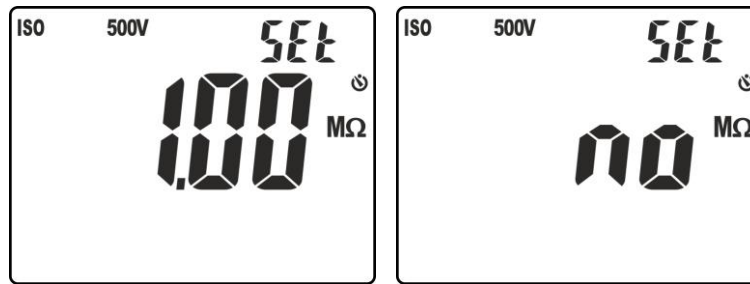

Fig. 16: Configuración umbral límite en la medida de aislamiento
5. Pulse las teclas  $\nabla/\text{OFF}$  o  $\blacktriangle/\text{ZERO}$  para seleccionar el valor entre las opciones: **0.10M $\Omega$** , **0.230M $\Omega$** , **0.50M $\Omega$** , **1.00M $\Omega$** , **100M $\Omega$** , **no**. La opción “no” indica la no configuración del umbral (vea la Fig. 16)
4. Pulse y mantenga pulsada la tecla **VTEST/LIM** (>2s) para configurar el umbral límite mínimo sobre la medida. El símbolo “Set” parpadea en pantalla. Pulse las teclas **▼/☼** o **▲/ZERO** para seleccionar el valor entre las opciones: **0.10MΩ, 0.230MΩ, 0.50MΩ, 1.00MΩ, 100MΩ, no**. La opción “no” indica la no configuración del umbral (ver la Fig. 16)
4. Pulse y mantenga pulsada la tecla **VTEST/LIM** (>2s) para configurar el umbral límite mínimo sobre la medida. El símbolo "Set" parpadea en pantalla. Pulse las teclas **▼/☼** o **▲/ZERO** para seleccionar el valor entre las opciones: **0.10MΩ, 0.230MΩ, 0.50MΩ, 1.00MΩ, 100MΩ, no**. La opción "no" indica la no configuración del umbral (ver la Fig. 16)